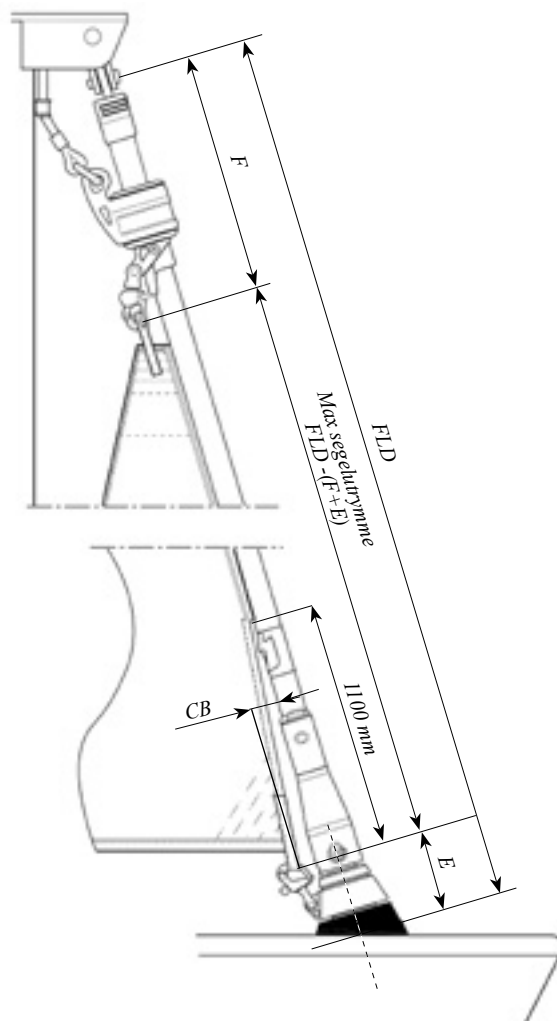

Fig. 7.1.b
- För att passa till Furlex-systemet kan seglet behöva modifieras. Max. förlikslängd beräknas enligt tabellen 7.1.1 och fig. 7.1.b. FLD-(F+E), (uträknad förstagslängd FLD enligt tabell 3.6.1 – fallhornsavdrag-halshornsavdrag).